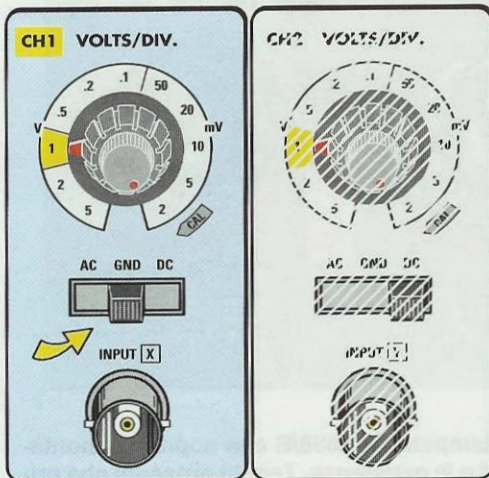

Fig.24 Dopo aver posizionato la leva del selettore d'ingresso in posizione GND, dovrete ruotare il commutatore VOLTS/DIV. del canale CH1 sulla portata 1 volt.
– Ponete il **selettore d'ingresso** del **CH1**, sul quale appaiono le scritte **AC-GND-DC**, in posizione **GND** (vedi fig.24).
– Ruotate il commutatore **VOLTS/DIV.** del **CH1** sulla portata **1 Volt/div** come visibile in fig.24, poi controllate sempre che la **piccola** manopola **CAL**, che corrisponde alla **calibrazione variabile**, risulti in posizione di **calibrazione**, facendo riferimento al manuale delle istruzioni del vostro oscilloscopio, al-
Poiché il selettore **VOLTS/DIV.** del **CH1** è posto sul valore di **1 volt** per **quadretto**, come indicato in fig.24, è facilmente intuibile che l'ampiezza della rampa è stata **calibrata a 7 volt**.